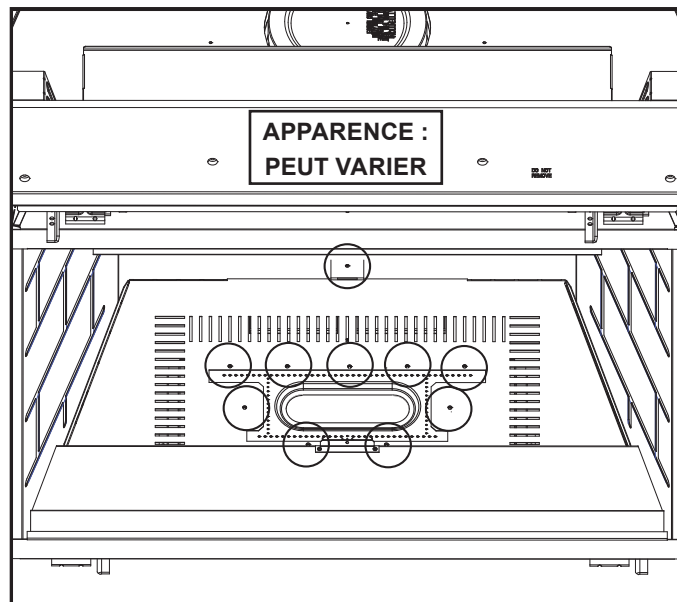

Figure 4.5 Retrait du plateau de base
4. Enlevez le bac de base en retirant les vis entourées à la figure 4.5.